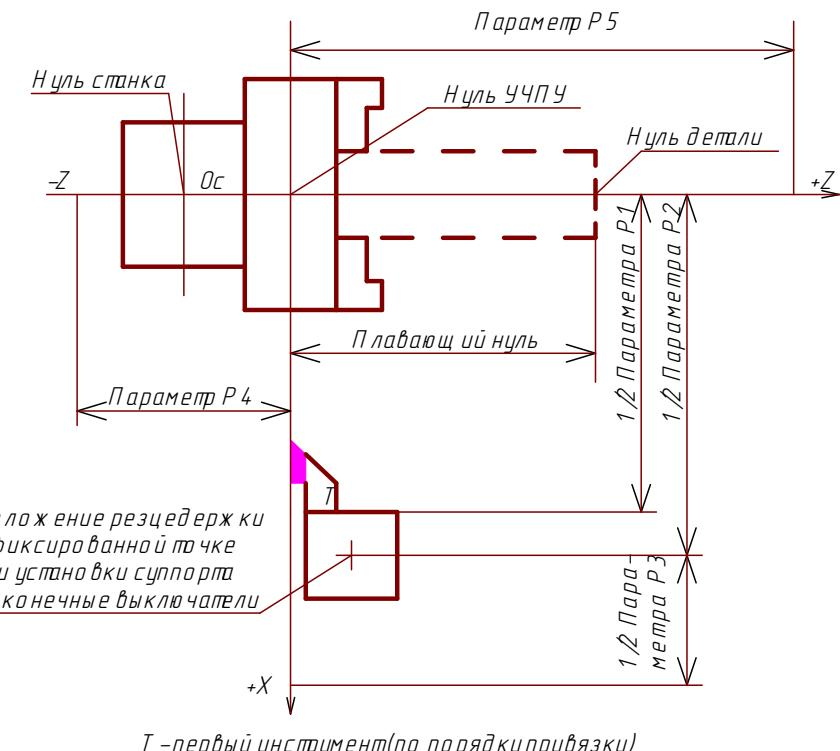

Рис.1
- НАЖМИТЕ КЛАВИШУ ПРИ ЭТОМ НАЧИНАЕТСЯ ДВИЖЕНИЕ ПО КООРДИНАТЕ «Х». НАПРАВЛЕНИЕ ДВИЖЕНИЯ – ОТ ОСИ ШПИНДЕЛЯ К ОПЕРАТОРУ. ПО ДОСТИЖЕНИИ ПОЛОЖЕНИЯ, ОПРЕДЕЛЯЕМОГО КОНЕЧНЫМИ ВЫКЛЮЧАТЕЛЯМИ, ДВИЖЕНИЕ ПО КООРДИНАТЕ «Х» ПРЕКРАЩАЕТСЯ И НАЧИНАЕТСЯ ДВИЖЕНИЕ ПО КООРДИНАТЕ «Z» В НАПРАВЛЕНИИ К ШПИНДЕЛЮ. ПРИ ДОСТИЖЕНИИ ПОЛОЖЕНИЯ ОПРЕДЕЛЯЕМОГО КОНЕЧНЫМИ ВЫКЛЮЧАТЕЛЯМИ, ДВИЖЕНИЕ ПО КООРДИНАТЕ «Z» ПРЕКРАЩАЕТСЯ (РИС.1). НА ЧЕТВЕРТОЙ И ПЯТОЙ СТРОКАХ БОСИ ВЫСВЕЧИВАЮТСЯ ЦИФРЫ, КОТОРЫЕ ХАРАКТЕРИЗУЮТ КООРДИНАТЫ РЕЖУЩЕЙ КРОМКИ ИНСТРУМЕНТА ОТНОСИТЕЛЬНО «НУЛЯ ДЕТАЛИ». ОДНОВРЕМЕННО ВЫКЛЮЧАЕТСЯ СИГНАЛИЗАЦИЯ НАД КЛАВИШЕЙ В ПРОЦЕССЕ ОТРАБОТКИ ДЕЙСТВУЕТ КЛАВИША ПОСЛЕ НАЖАТИЯ НА КОТОРУЮ, ДВИЖЕНИЕ ПРЕКРАЩАЕТСЯ. ПРОДОЛЖЕНИЕ ОТРАБОТКИ НАЧИНАЕТСЯ ПО ПОВТОРНОМУ НАЖАТИЮ НА КЛАВИШУ .